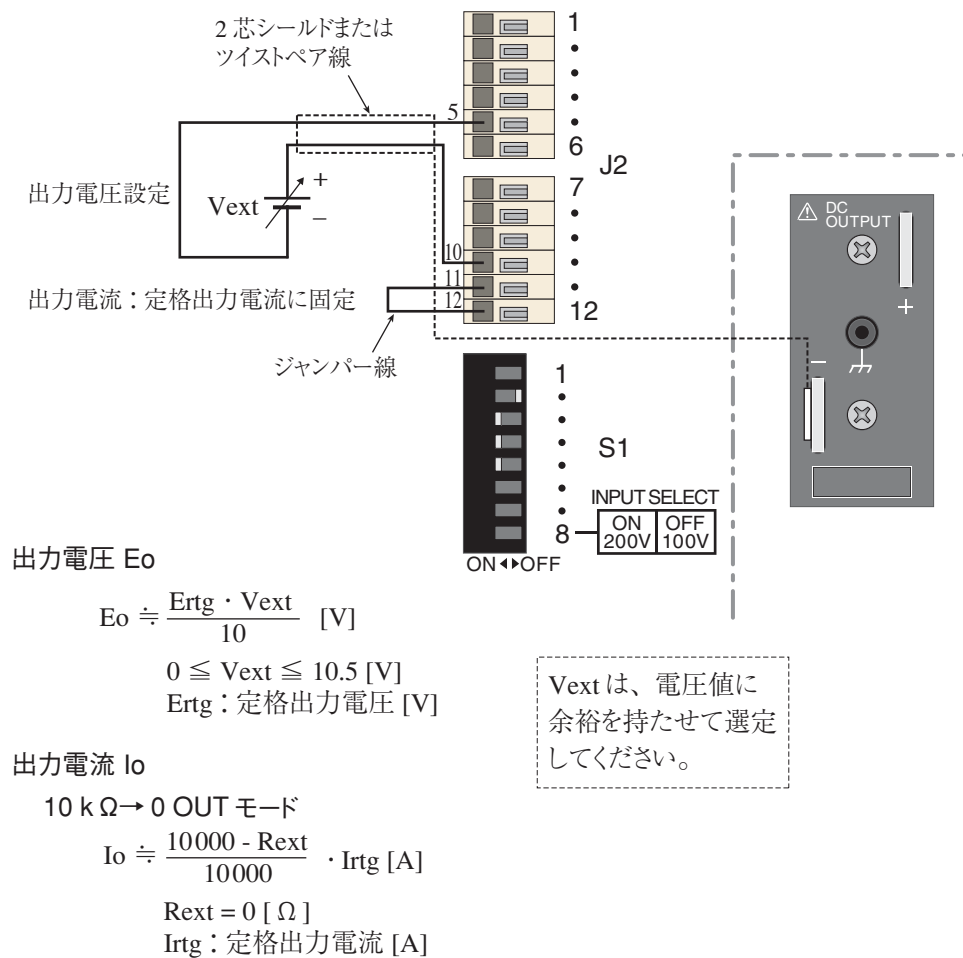

図 4-11 コントロール 5 の接続
- ・ Vext と出力電圧 Eo、および Rext と出力電流 Io との関係は、ほぼ図 4-11 に示した式のようになります。しかし、出力値に精度が要求される場合は、Vext および Rext の値によってゼロと出力する最大値を調整する必要があります。